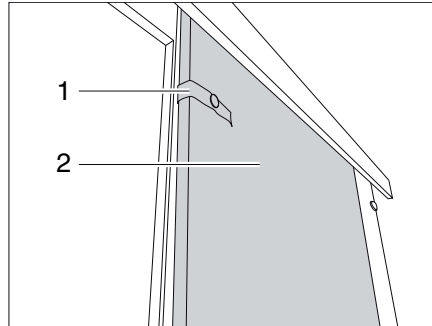

Bild 78 Skjutdörr
- Lossa säkringskedjan (Bild 78,1).
- Dra skjutdörren (Bild 78,2) till stängt läge.
- Dra skjutdörren (Bild 78,2) till öppet läge.
- Fäst skjutdörren med säkerhetsbandet (Bild 78,1).